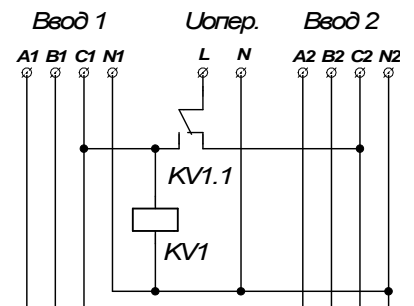

Рис.9 Схема получения оперативного питания с использованием реле напряжения
6.2.1. Схема получения оперативного питания с использованием реле напряжения приведена на рис.9.